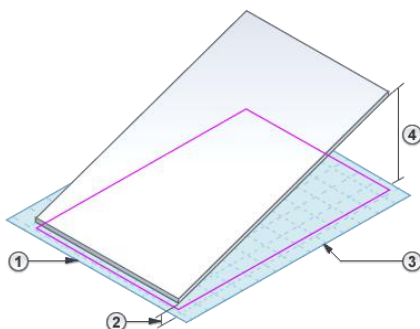

图 4-14 各参数的定位
若选择“定义固定高度”。输入“标高”①和“相对基准的偏移”②的值。选择平行边界线，用相同的方法指定“标高”③和“相对基准的偏移”④的属性，见图 4-14。单击“√完成编辑模式”。